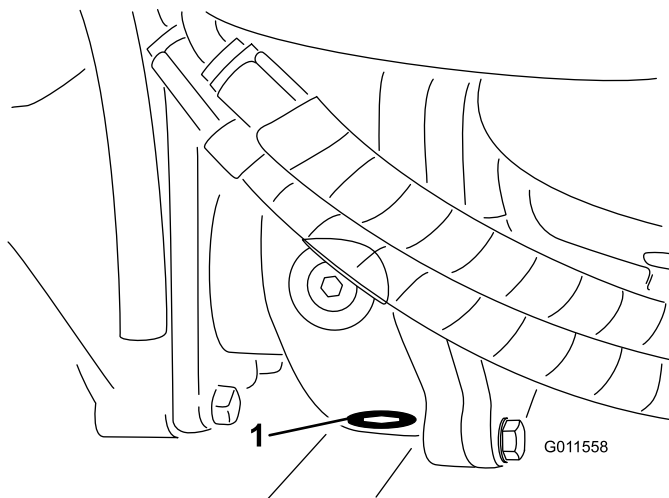

**Figure 63**
2. Nettoyez la surface autour des 3 bouchons de vidange, 1 à chaque extrémité et 1 au centre (Figure 63).